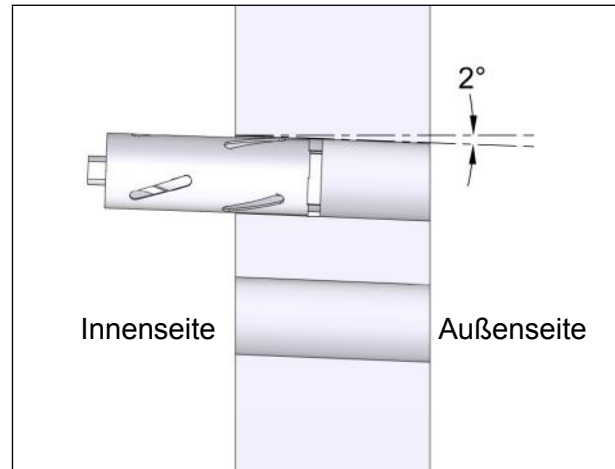

Abb. 11: Kernlochbohrungen anbringen
- ▶ Erstellen Sie die beiden Kernlochbohrungen mit \varnothing 120 mm nach Abb. 11.